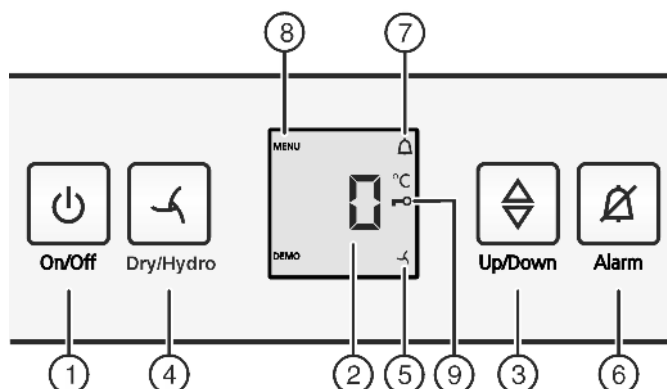

Fig. 2
- Toets On/Off Fig. 2 (1) indrukken.
- ▶ Instelmodus activeren: druk gedurende ca. 6 sec. op de toets Dry/Hydro Fig. 2 (4).
- ▷ Hetsymbool Menu Fig. 2 (8) is verlicht.
- ▶ De toets Dry/Hydro Fig. 2 (4) om te bevestigen kort indrukken.
- ▶ Voor het inschakelen van de kinderbeveiliging toets Dry/Hydro Fig. 2 (4) kort indrukken.
- ▷ Het symbool Kinderbeveiliging Fig. 2 (9) brandt. In het display knippert **c**.
- ▶ Voor het uitschakelen van de kinderbeveiliging toets Dry/Hydro Fig. 2 (4) kort indrukken.
- ▷ Het symbool Kinderbeveiliging Fig. 2 (9) dooft. In het display knippert **c**.
- ▶ Instelmodus deactiveren: toets On/Off Fig. 2 (1) indrukken.
- ▶ Toets Alarm Fig. 2 (6) indrukken.